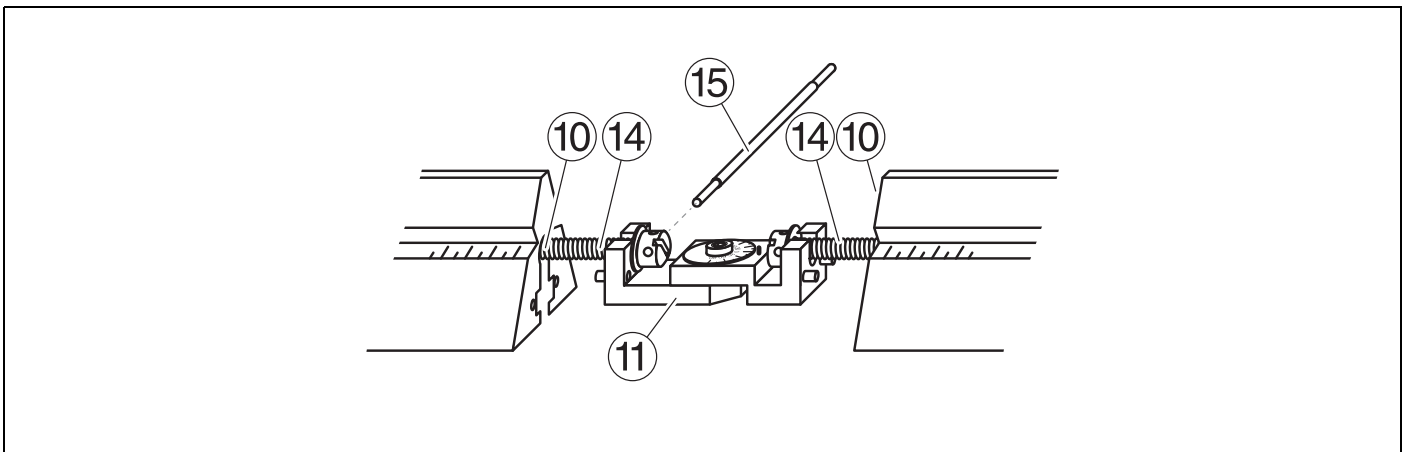

Fig. 2
- ① - ⑩ Rail additionnel comme les bancs d'optique à profil normalisé (460 32/33), voir paragraphe 1.1; Longueur: 0,5 m
- ⑪ Charnière pour la liaison pivotante des bancs d'optique (460 32/33) avec le rail additionnel (460 34)
- ⑫ Echelle en degré, ± 90°, avec graduations de 5°
- ⑬ Index pour l'indication de l'angle
- ⑭ Vis à trous croisés avec rondelles pour la fixation de ⑪ dans les alésages ⑩ (fig. 2)
- ⑮ Outil pour ⑭
2.1.2 Liaison pivotante entre les rails optiques (460 32/33) et le rail additionnel avec charnière (460 34), voir fig. 2
Visser les vis à trous croisés ⑭ dans les alésages ⑩ (2 tours maximum), conformément à la fig. 2, les placer dans la charnière ⑪ et les serrer avec un outil ⑮.